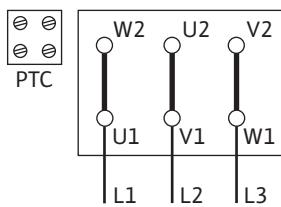

Fig. 10: Rozruch Y-Δ
- Przyłącze sieciowe jest zależne od mocy silnika P2, od napięcia sieciowego i od sposobu załączania. Wymagane połączenie mostków w skrzynce zaciskowej zamieszczono w następującej tabeli lub Fig. 10, 11 i 12.